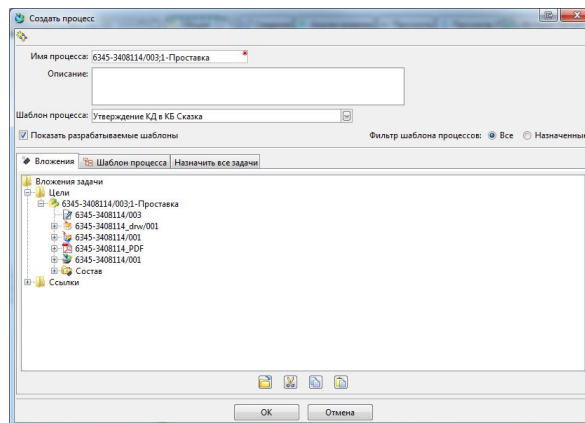

Рис. 39
2. В окне **Создать процесс** необходимо выбрать **Шаблон процесса** (например: Утверждение КД в КБ Сказка) (рис.39).